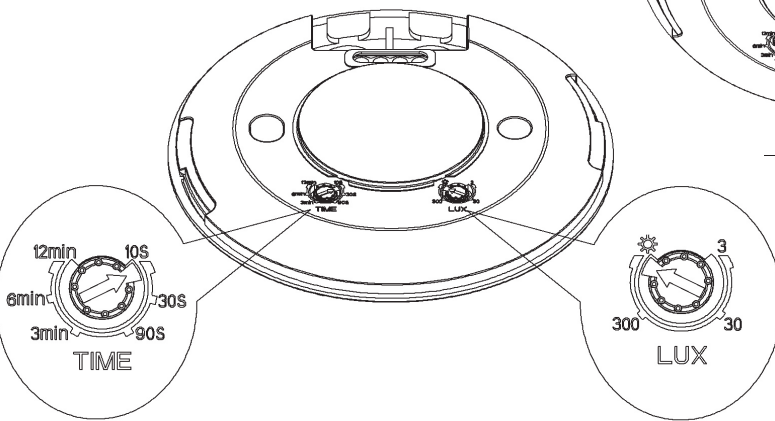

FIG. 4
- Сдвиньте ручку LUX по часовой стрелке в максимальное положение, а ручку TIME против часовой стрелки в минимальное положение (10 с). /Рисунок 4/